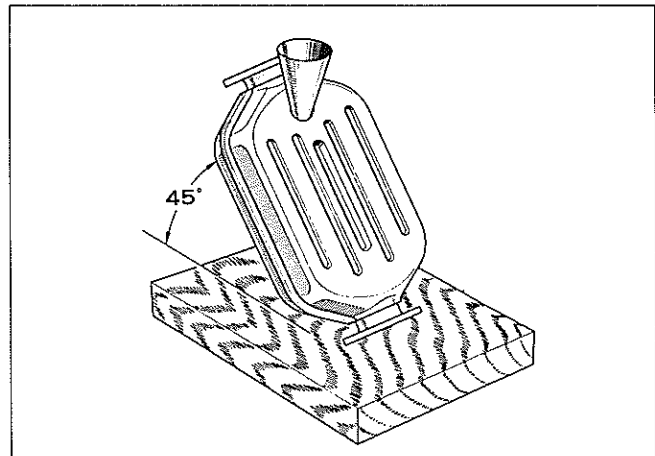

図2-8-41 触媒ペレット充てん (その1)
- (7) 次の順序でコンバータ ケースに触媒ペレットを充てんする。
- ① 図2-8-41のようにコンバータ ケースを立て、じょうごなどを使用して触媒ペレットが入らなくなるまで入れる。